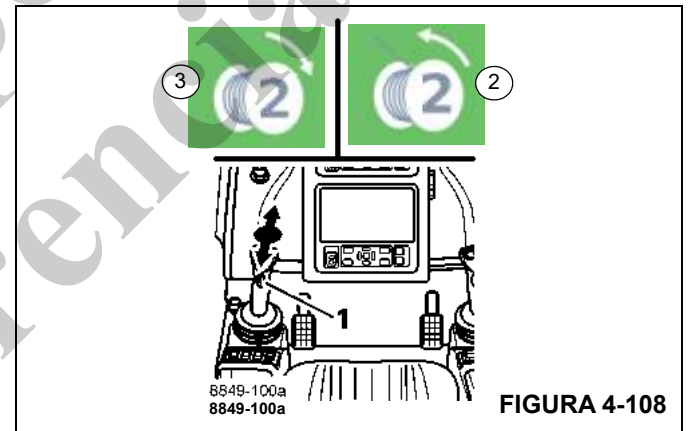

FIGURA 4-108
Elevación:	Tire de la palanca de control hacia atrás – se muestra el símbolo (3), (Figura 4-108).
Bajada:	Empuje de la palanca de control hacia adelante – se muestra el símbolo (2), (Figura 4-108).
Cuando el tambor de malacate se gira, observará un impulso en el indicador de rotación (1), (Figura 4-108).